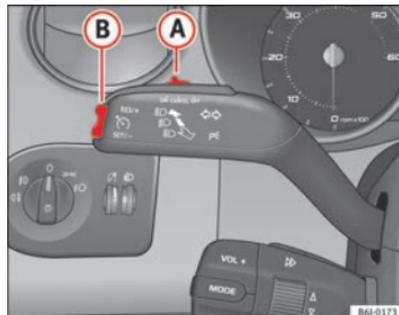

Abb. 107 Blinker- und Fernlichthebel: Schalter und Wippe für die Geschwindigkeitsregelanlage ▶
- Schieben Sie den Schalter \Rightarrow Seite 159, Abb. 107 **A** nach links auf **ON**.